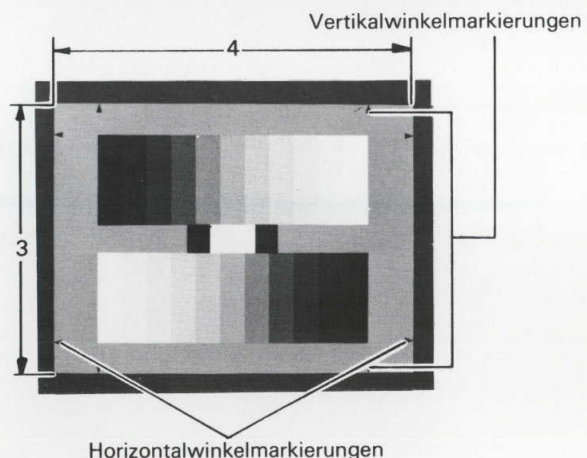

Fig. 3-8-2 Monitorbildschirm
- (1) Stellen Sie die relative Horizontalposition des Motivs und der Kamera ein.
- (2) Wie in **Fig. 3-8-2** gezeigt, ist der rechte und linke Zoomwinkel (Links- und Rechtsbewegung) der Kamera so einzustellen, daß die **Horizontalwinkelmarkierungen des Grauskalenmusters** eine max. Horizontalbreite auf dem Monitorbildschirm erhalten.
- (3) Stellen Sie danach **R532 V HEIGHT VR** und den Vertikalwinkel der Kamera so ein, daß die **Vertikalwinkelmarkierungen des Grauskalenmusters** eine max. Vertikalbreite auf dem Monitorbildschirm erhalten.
- (4) Prüfen sie die Vertikalhöhe durch Wiederholen der **Schritte (2) – (3)**.